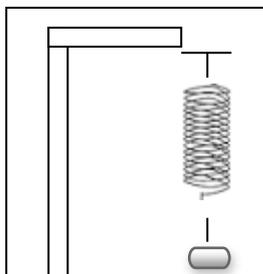

Figura 3: Aparato experimental para medição dos parâmetros da mola.
1. Para caracterizarmos a mola e conforme o arranjo experimental da Figura 3 siga os seguintes passos: